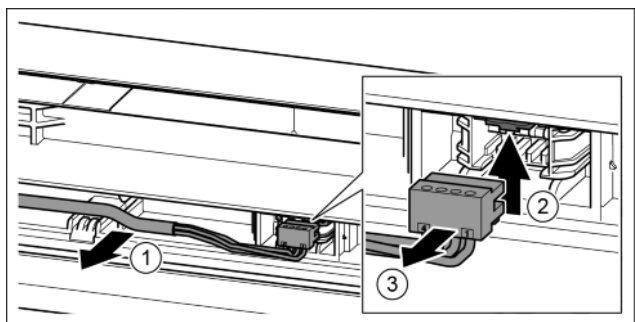

Fig. 21
- ▶ Ostrożnie wyjąć szary kabel z przewodnicy w drzwiach. Fig. 21 (1)
- ▶ Nakładkę wcisnąć w górę. Fig. 21 (2)
- ▶ Ostrożnie wyjąć wtyczkę. Fig. 21 (3)